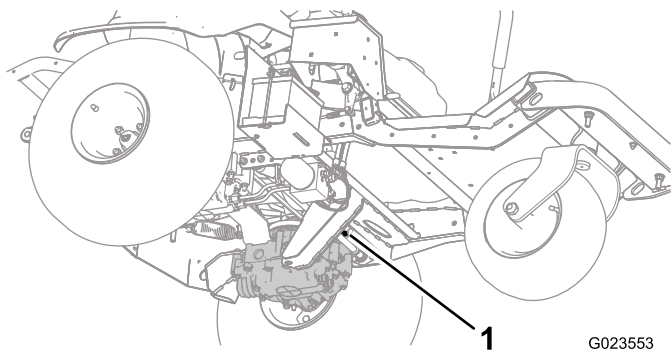
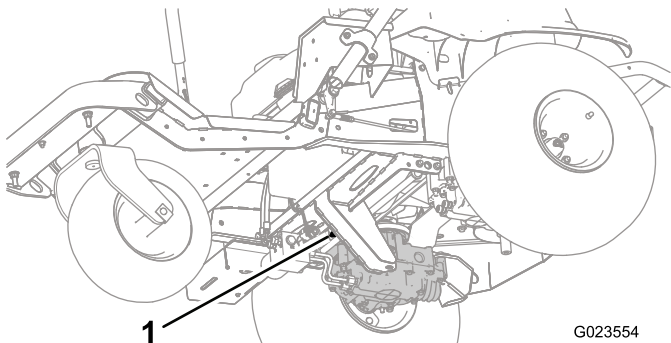
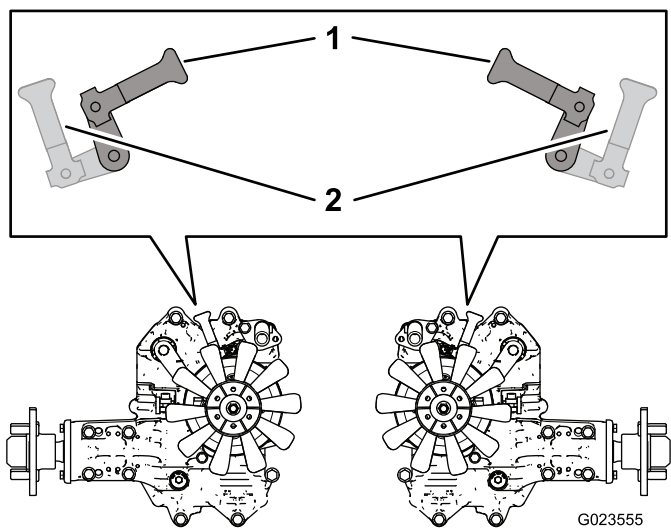

Figura 28
Figura 29
Figura 30
3. Da sotto la macchina, ruotate le leve delle valvole di by-pass (Figura 28 e Figura 29) in modo che siano rivolte verso l'interno, verso il centro della macchina (Figura 30), e disinserite il freno di stazionamento; fate riferimento a Disinserimento del freno di stazionamento (pagina 27).
4. Quando avete terminato di spingere o trainare la macchina, ruotate le leve delle valvole di by-pass in modo che siano rivolte verso la parte anteriore della macchina, per poterla nuovamente guidare (Figura 30).